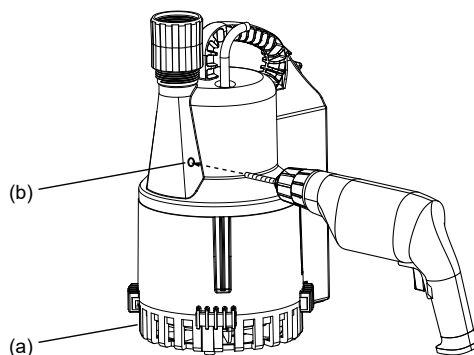

Figura 1
**El orificio de ventilación de 3 mm de diámetro solo se debe taladrar en la posición marcada (b), tal y como se muestra en la figura 1.**